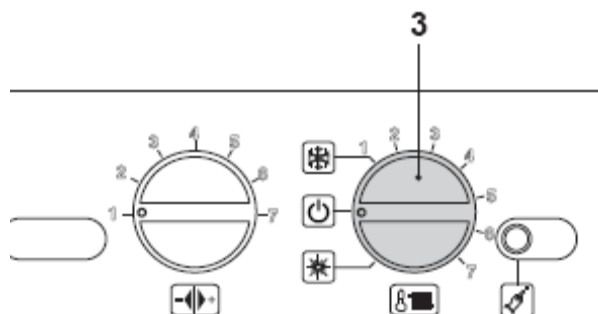

рис. 9.13
• Чтобы выйти из программирования установите переключатель функций 3 на OFF (см. рис. 9.13).